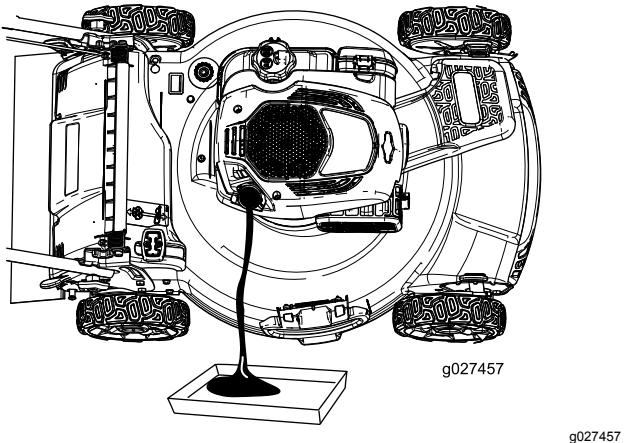

Figura 26
- Incline la macchina sul fianco (di modo che il filtro dell'aria si trovi in alto) per scaricare l'olio usato attraverso il tubo di riempimento (Figura 26).